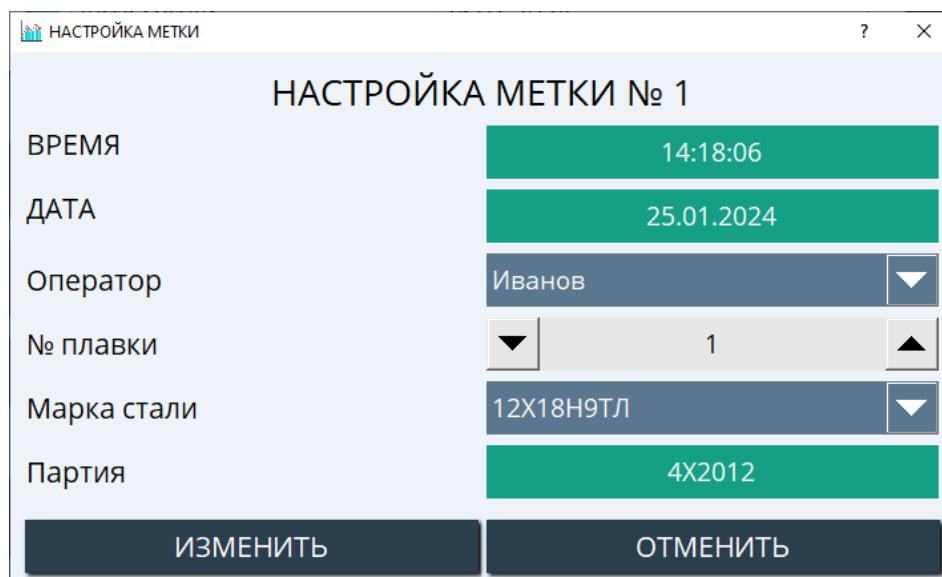

Рисунок 2.72 – Настройка метки
2.7.2 «ИЗМЕНИТЬ». Данная настройка позволяет изменить выбранную метку (рис. 2.72).